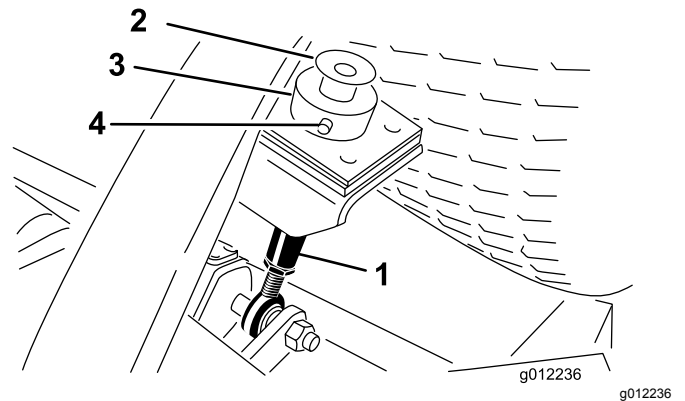

図 21
- 各刈高ロッドの上部についているボルトとワッシャを外す 図 21。
- カッティングユニット後部で、刈高ロッドに刈高カラーを固定しているヘアピンとクレビスピンを外す(図 21)。刈高カラーを外す。